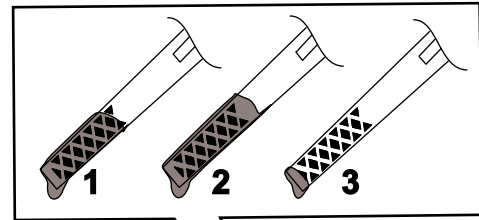

Figure 6
2. Retirez la jauge (Figure 6).
3. Versez **lentement** l'huile par l'orifice de remplissage, attendez quelques minutes puis vérifiez le niveau d'huile sur la jauge, en l'essuyant sur un chiffon propre et en l'insérant dans l'orifice, **mais sans visser** le bouchon (Figure 6).
Remarque: Versez de l'huile dans le carter moteur jusqu'à ce que la jauge indique le niveau correct, comme illustré à la Figure 6. Si vous remplissez excessivement le carter moteur, vidangez l'excédent d'huile comme expliqué à la section Vidange et remplacement de l'huile moteur.